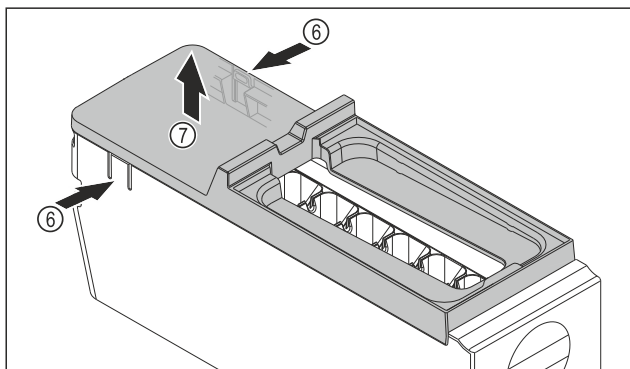

Fig. 167
- Extraer la cubierta del EasyTwist-Ice: Presionar con la mano las lengüetas Fig. 167 (6) a ambos lados del cuerpo del EasyTwist-Ice.
- Sacar la cubierta Fig. 167 (7) con la otra mano tirando hacia arriba.